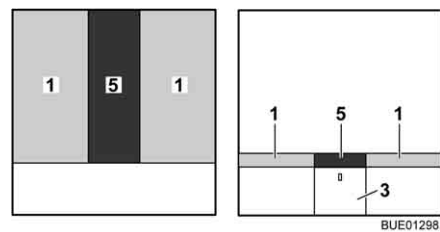

Fig. 117 Después de la transformación
- Colocar el cojín adicional (Fig. 117,5) entre los colchones (Fig. 117,1).